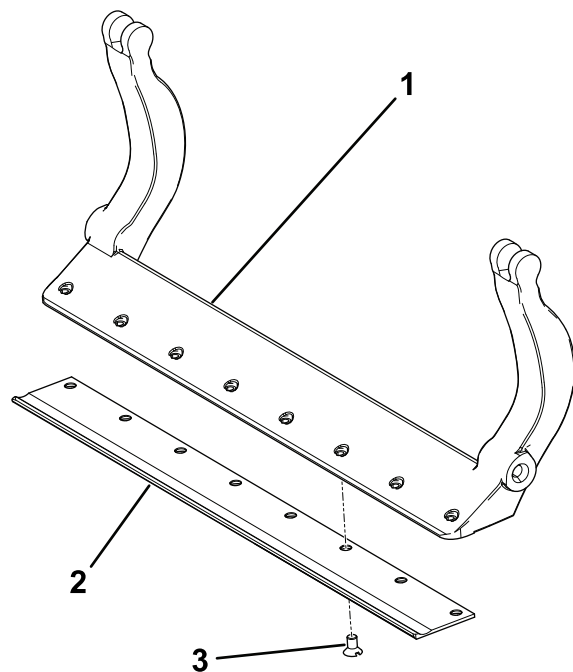

Figura 41
4. Coloque una arandela de acero por fuera de cada arandela de nylon (Figura 41).
3. Aplique compuesto antiadherente a los tornillos e instale la contracuchilla en la barra de asiento del siguiente modo (Figura 41):